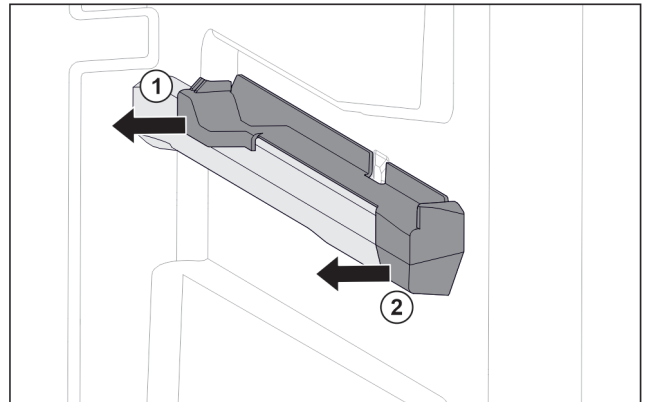

Fig. 97 Pieza de acoplamiento en la nervadura para recipientes derecha
- ▶ Retire la pieza de acoplamiento por detrás lateralmente. Fig. 97 (1)
- ▶ Retire la pieza de acoplamiento por delante lateralmente. Fig. 97 (2)